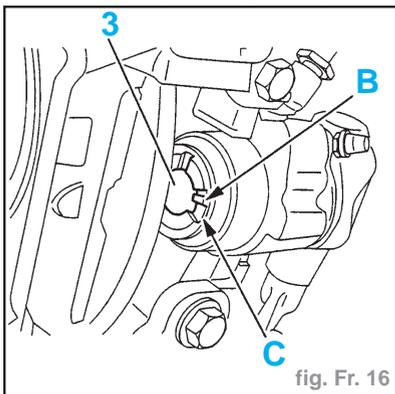

fig. Fr. 16
Impératif : Orienter le piston (3) de façon que le repère (B) soit placé horizontalement au-dessus ou en-dessous de la rainure (C) du piston (fig. Fr. 16).